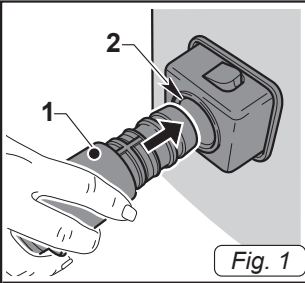

Fig. 1
- Die Saugrohrmuffe (1 Abb. 1) bis zum Endanschlag in den Stutzen (2 Abb. 1) am Behälter einfügen.